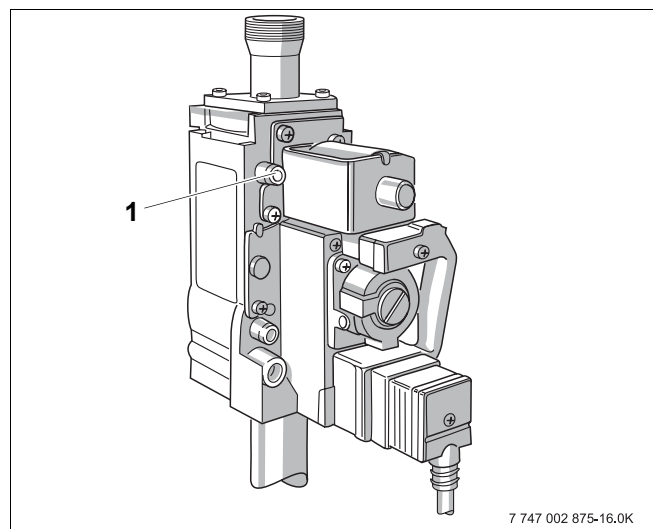

Рис. 28 Выпуск воздуха из подводящего газопровода
- Отверните на два оборота запорный винт (рис. 28, **поз. 1**) контрольного ниппеля, предназначенный для измерения подаваемого давления и выпуска воздуха, и наденьте шланг.